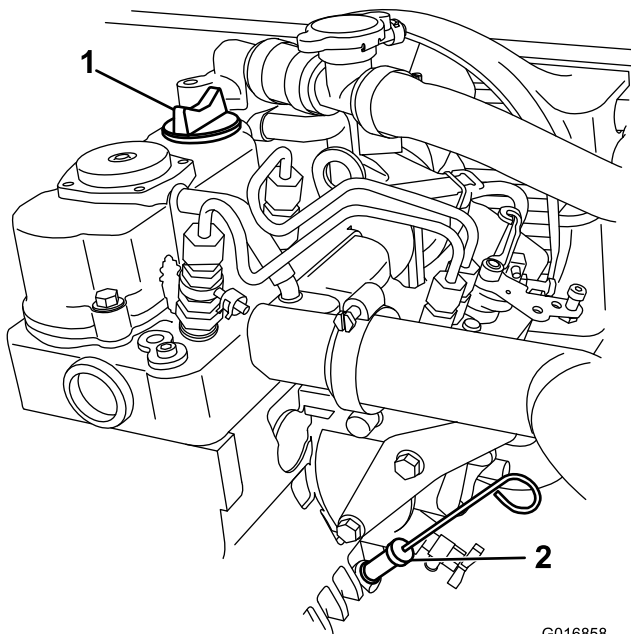

Figura 31
5. Utilice un trapo para limpiar alrededor de la varilla de aceite (Figura 31) para impedir que caiga suciedad por el tubo/cuello de llenado de aceite y cause daños en el motor.
7. Introduzca la varilla en el tubo de la varilla y asegúrese de que está correctamente asentada (**Figura 31**).
9. Instale la varilla de aceite y asíéntela firmemente (**Figura 31**).